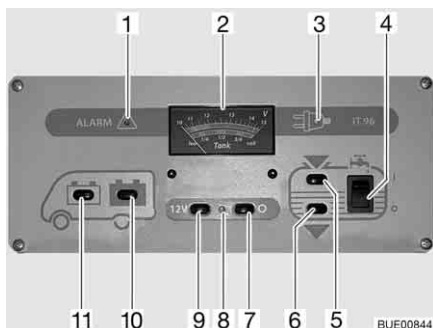

Bild 117 Panel IT 96-2
Med huvudbrytaren 12 V (Bild 117,7 och 9) kopplas panelen och bodelens 12 V-försörjning till eller från.
**Slå på:** ■ Tryck på knappen (Bild 117,9) "12 V": 12 V-försörjningen för bodelen är påslagen. Kontrollampan (Bild 117,8) lyser grönt.
**Slå från:** ■ Tryck på knappen (Bild 117,7) "O": 12 V-försörjningen för bodelen är avstängd. Kontrollampan (Bild 117,8) slocknar.
Med instrumentet V/tank (Bild 117,2) avläses den övre skalan. Instrumentets belysning tänds automatiskt när en knapp trycks in.
- Tryck på knappen (Bild 117,11) "☰": Startbatteriets spänning visas.
- Tryck på knappen (Bild 117,10) "☷": Bodelsbatteriets spänning visas.
På instrumentet V/tank (Bild 117,2) avläses den undre skalan. Instrumentets belysning tänds automatiskt när en knapp trycks in.
- Tryck på knappen (Bild 117,5) "": Vattenvolymen visas.
- Tryck på knappen (Bild 117,6) "": Avloppsvattenvolymen visas.
Slå på: ■ Vippkontakten (Bild 117,4) trycks in upptill "I": Vattenförsörjningen är aktiverad.
Slå från: ■ Vippkontakten (Bild 117,4) trycks in nedtill "O": Vattenförsörjningen är avstängd.
Den röda varningslampan "ALARM" (Bild 117,1) blinkar så snart spänningen i bodelsbatteri har sjunkit till under 11 V (mätning under pågående drift) och risk för djupurladdning föreligger.
Kontrollampan 12 V (Bild 117,8) lyser då huvudbrytaren 12 V (Bild 117,9) är inkopplad.
Den gula 230 V-kontrollampan (Bild 117,3) lyser när nätspänningen ligger på el-blockets ingång.